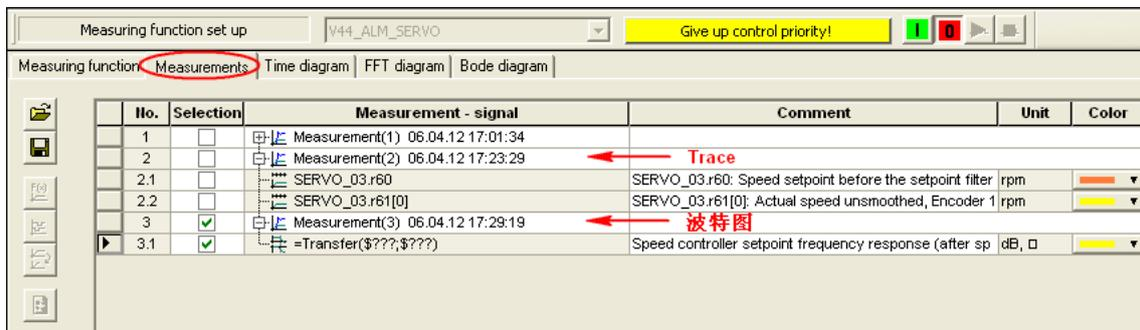

图 1 Trace 和波特图的记录
1. 每完成一次 Trace 或者 Measuring Function 的过程，在"Measurements"的界面中会生成一条记录，如图 1 所示。